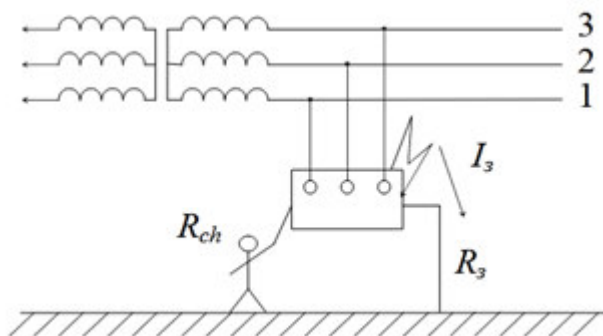

Рис. 1 - Схема включения человека в электрическую цепь ($U = 380/220$ В)
1. Рассчитать ток, проходящий через человека, стоящего на мокром полу в обуви с кожмитовой подошвой и касающегося заземленного корпуса установки, находящейся в аварийном режиме (рис. 1). Установка питается трехфазным напряжением от сети с изолированной нейтралью. Сделать вывод относительно опасности такого прикосновения.